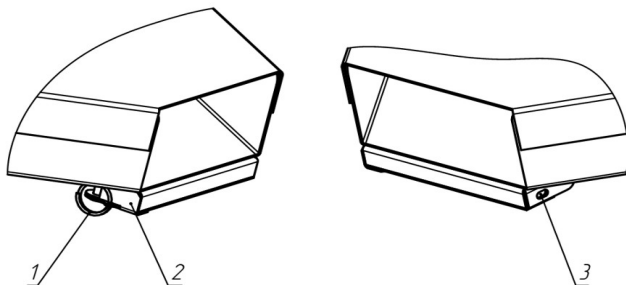

Рис. 2
5.3. Имеется возможность выемки магнита из коробки сепаратора. Для этого необходимо (см. рис.2) снять кольцевой шплинт (1), повернуть в сторону защелку (2), вставить отвертку в отверстие на противоположной стороне (3) и вытолкнуть магнит.